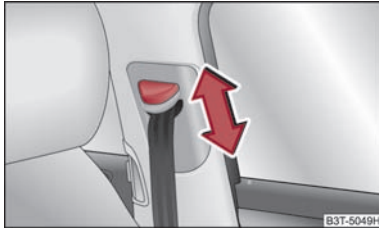

Abb. 4 Vordersitz: Gurthöheneinstellung
- Schieben Sie den Umlenkbeschlag in die gewünschte Richtung nach oben oder unten ⇒ Abb. 4.